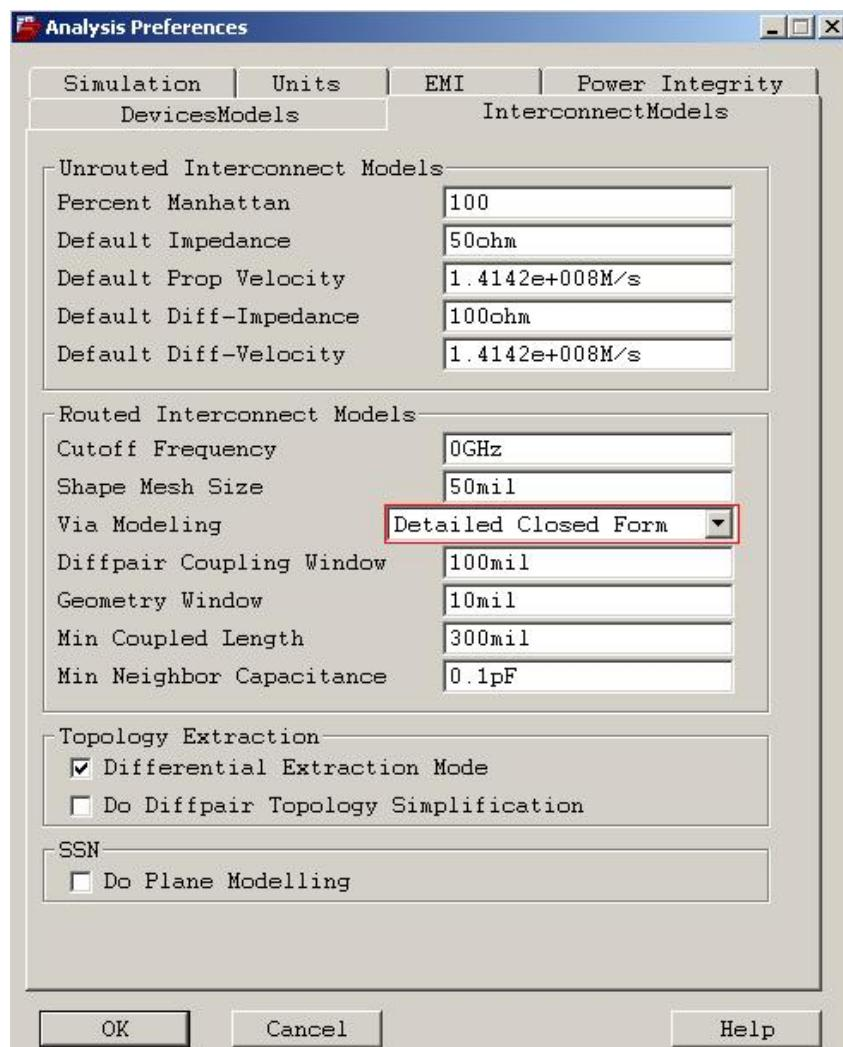

图 6-3 Analysis Preferences 窗口
- 3、选择 **InterconnectModels** 栏 (图 6-3)
其它设置参照下图 6-3：